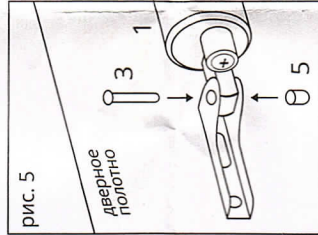

рис. 5
4) Соедините доводчик 1 с башмаком 2 с помощью длинного штифта 3 и зафиксируйте штифт защитным колпачком 5 (рис. 5).